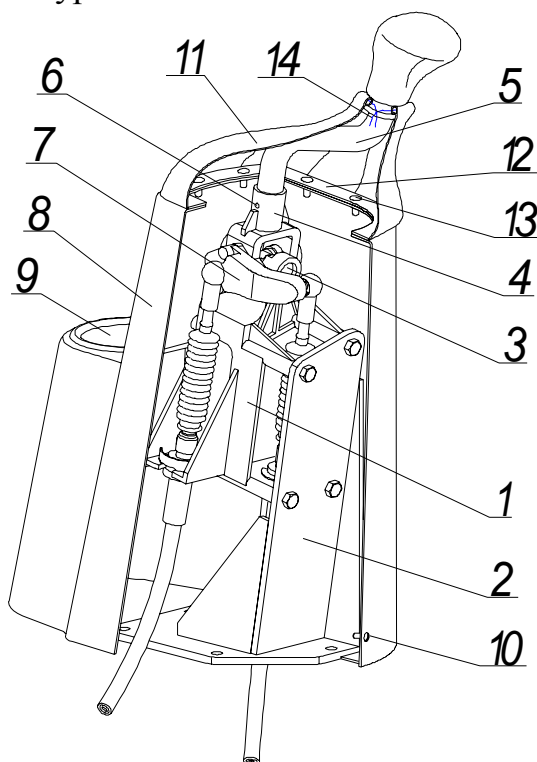
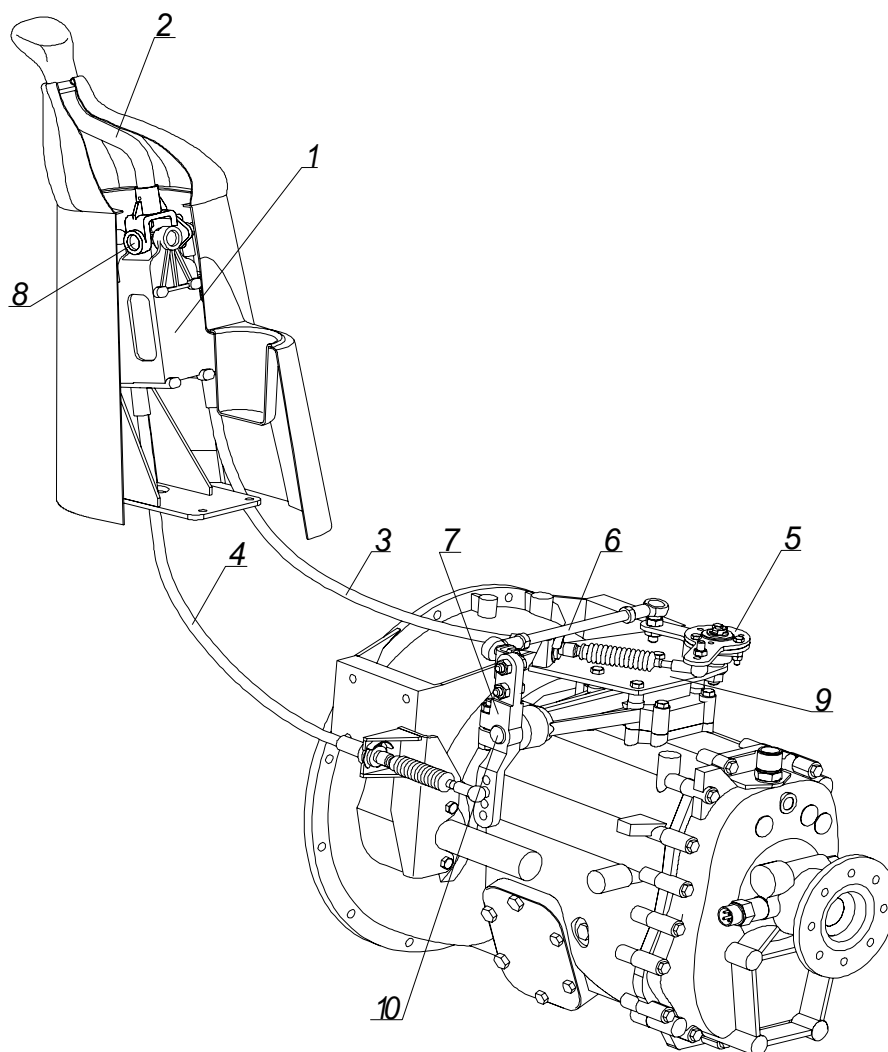
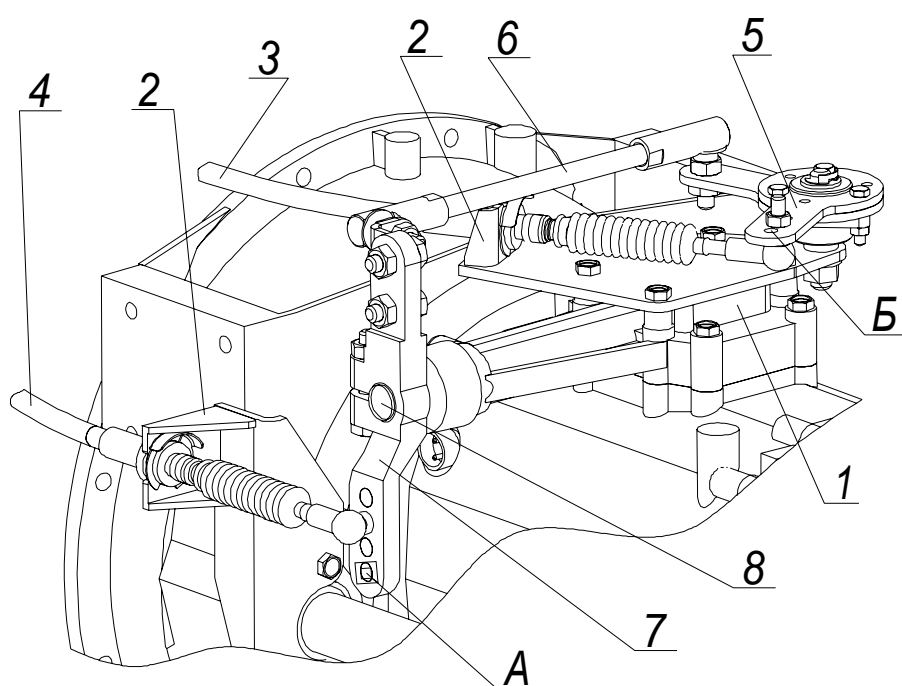
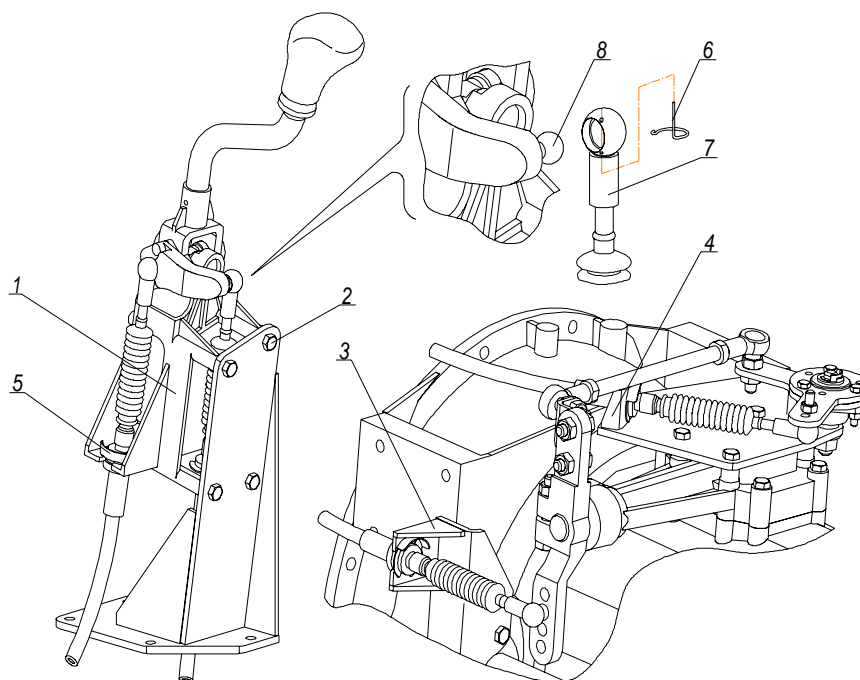

Рис.2 Опора рычага переключения передач (мастер-опора).
Рис. 5. Привод механизма переключения передач
Рис. 6. Исполнительный механизм привода управления КПП ZF S5-42.
Рис. 7. Монтаж тросов
**1.2. Опора рычага переключения передач (мастер-опора)** (рис. 2) со смонтированным на ней рычагом переключения передач преобразует движения этого рычага в перемещения тросов дистанционного привода.
**Привод управления коробкой передач** (рис.5) работает следующим образом. Для выбора передачи водитель перемещает рычаг переключения передач (рычаг ПП) 2 в направлении, перпендикулярном направлению движения автобуса (далее для краткости - «поперечное перемещение»), при этом кулиса 4 (рис. 2) перемещает сердечник, закрепленного на ней троса выбора 3. Движение сердечника троса выбора при помощи транслятора 5 (рис.6), реактивной тяги 6 и рычага 7 преобразуется в поперечное перемещение штока КП 8 для выбора передачи. Выбрав передачу, водитель перемещает рычаг ПП 2 в продольном направлении. При этом кулиса 4 (рис. 2), поворачиваясь, толкает или тянет (в зависимости от того, в какую сторону перемещается рычаг ПП 2) сердечник троса переключения 4. Перемещение сердечника троса 4 преобразуется через рычаг 7 во вращение штока 8, который включает необходимую передачу.
**ВНИМАНИЕ:** Демонтаж концов тросов от механизма управления (мастер - опоры) или транслятора (рис. 7) выполняется следующим образом:
**3.3 НЕОБХОДИМО ОБРАТИТЬ ВНИМАНИЕ** на затяжку болтового соединения, фиксирующего рычаг переключения передач на валу опоры КПП 8 (рис. 6).
**3.4 Во избежание выхода из строя крестовины мастер-опоры** (рис. 2, рис.7) необходимо следить за целостностью уплотнений подшипников крестовины.